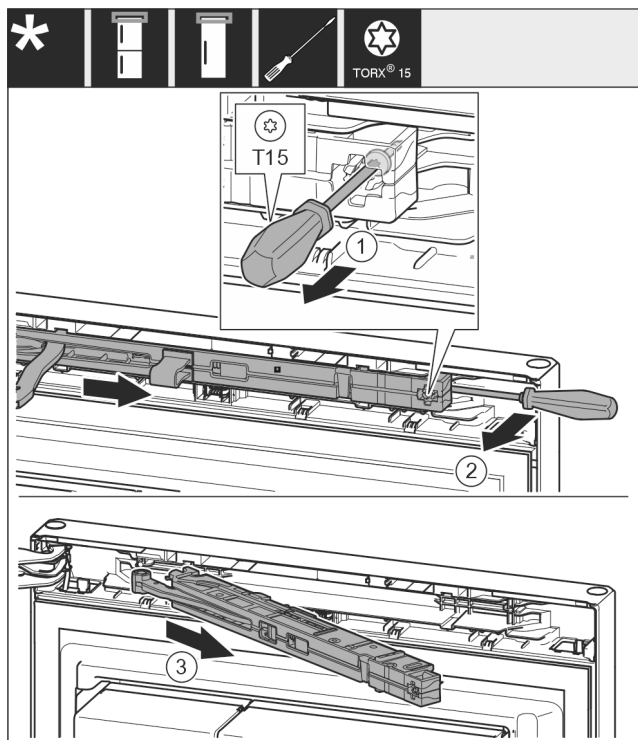

Fig. 8
► Lironi rreth 14 mm vidën në njësinë e amortizatorit të mbylljes me një kaçavidë T15. Fig. 8 (1)
► Futni një kaçavidë nga prapa njësisë së amortizatorit të mbylljes në anën e dorezës dhe shtyjëni njësinë nga përpara. Fig. 8 (2)
► Tërhiqni jashtë njësinë e amortizatorit të mbylljes. Fig. 8 (3)